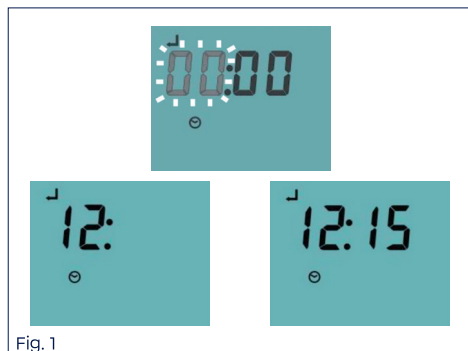

Fig. 1
Po znalezieniu pozycji serwisowej na wyświetlaczu LCD zaświecą się symbole SET i CLOCK, aby poprosić instalatora o ustawienie aktualnej godziny. Pierwsze dwie cyfry (12) wyświetlacza zaczną migać, aby poprosić instalatora o ustawienie godziny (rys. 1). Wartość jest regulowana za pomocą klawiszy [GÓRA/DÓŁ]. Naciśnięcie klawisza [SET] powoduje wprowadzenie wartości. Następnie można to powtórzyć, aby ustawić wartość minut.